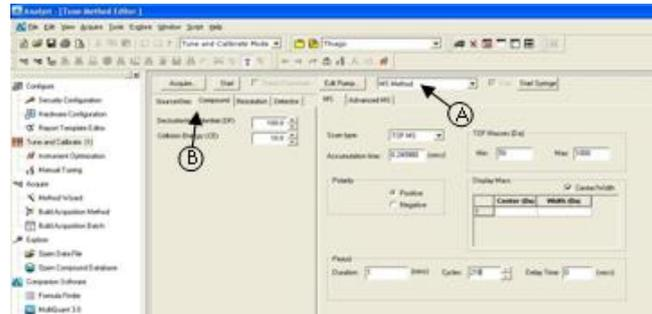

Figura 2. Tela para calibração manual (*Syringe Pump Method*). Figura 3. Tela para calibração manual (*MS Method*).
1.3.3. Na caixa de seleção 2A, selecione a opção *Syringe Pump Method* (Figura 2).